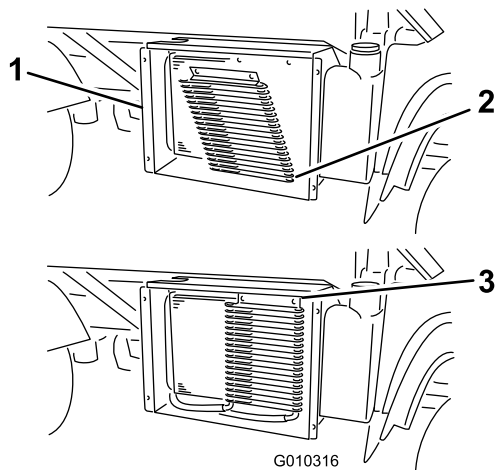

図 61
3. ラッチを外し、オイルクーラを装備している場合にはそれを倒してラジエーターから遠ざける 図 61。